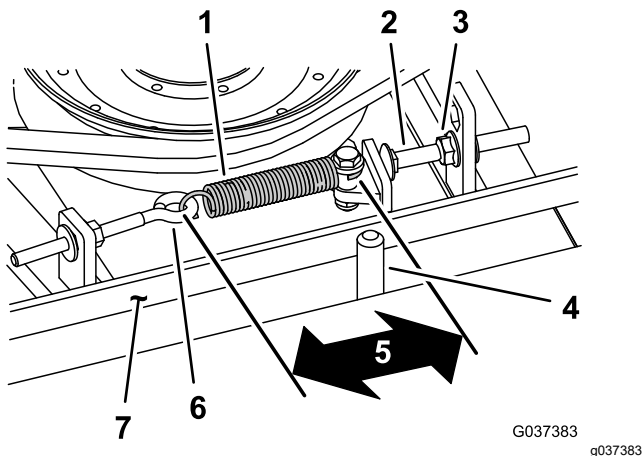

Bild 80
Bei richtiger Spannung sollte die Messung innen an der Verlängerungsfeder (Haken zu Haken) ungefähr $8,3 \text{ cm} \pm 9,5 \text{ cm}$ betragen. Wenn die Federspannung richtig ist, stellen Sie die Anschlagsschraube (Schlossschraube) ein, bis der Abstand zwischen dem Schraubenkopf und dem Spannarm ungefähr 2-5 mm beträgt (Bild 80).
Hinweis: Achten Sie darauf, dass der Riemen auf der Federseite der Riemenführung positioniert ist (Bild 80).
2. Lösen Sie den Augenbolzen, um die Verlängerungsfeder abzunehmen (Bild 80).
3. Lösen Sie die Bundmutter, mit der die Anschlagsschraube an der Befestigungsnase befestigt ist, und schieben Sie die Spannscheibe vom Riemen weg, um die Riemen Spannung zu lösen (Bild 80).
9. Setzen Sie die Verlängerungsfeder (Bild 80) wieder in den Augenbolzen ein und spannen Sie den Riemen wie folgt: